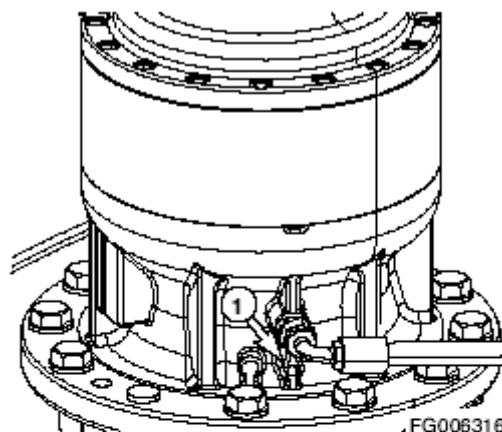

Рисунок 73
2. С редуктора механизма поворота снимите пробку для выпуска воздуха (1, Рисунок 73) (рядом с отверстиями для ручной смазки).
4. Установите пробку для выпуска воздуха (1, Рисунок 73) на редуктор механизма поворота.